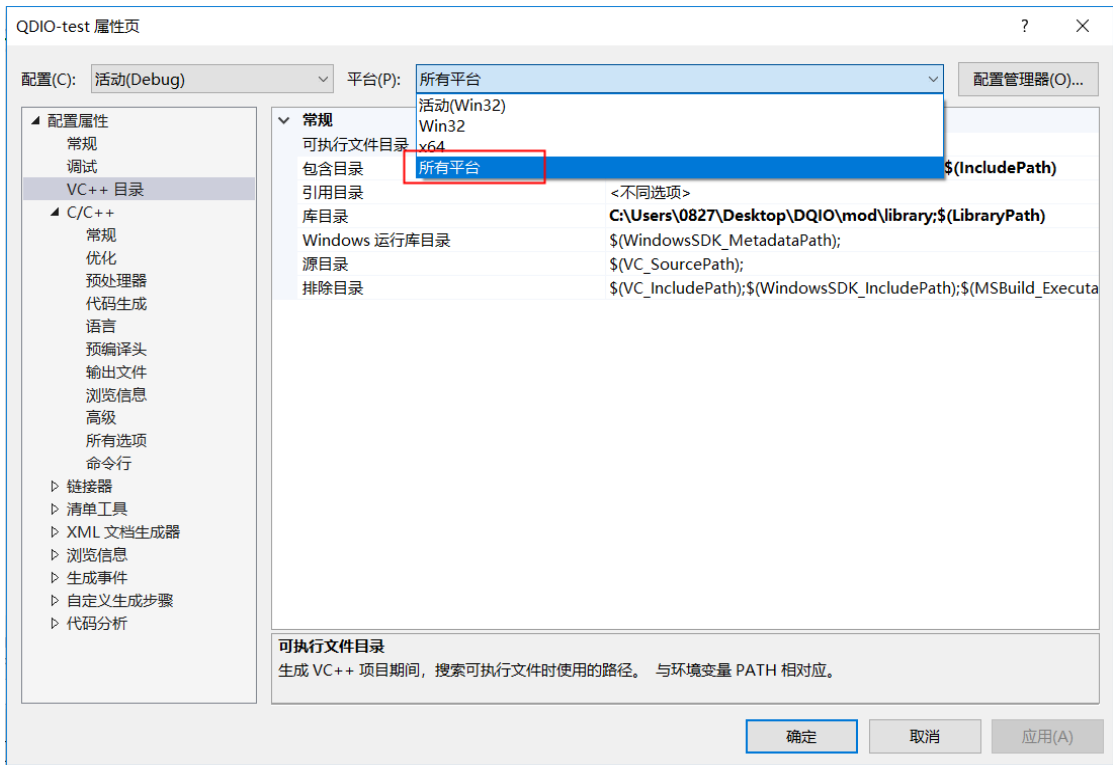

图 4-17 选择平台
2. 弹出属性页，在该页面点击<平台>向下箭头，选择所有平台，如图 4-17 所示。